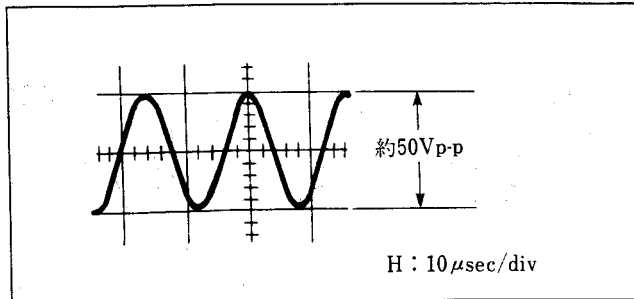

図5-29. バイアス発振周波数調整
- 2) 周波数カウンターをCN25③ピンに接続し、発振周波数が $65\text{kHz} \pm 6.5\text{kHz}$ であることを確認する。(図5-29参照)
- 3) オシロスコープをIC501④ピンに接続し、バイアスリークが 0.4Vp-p 以下であることを確認する。